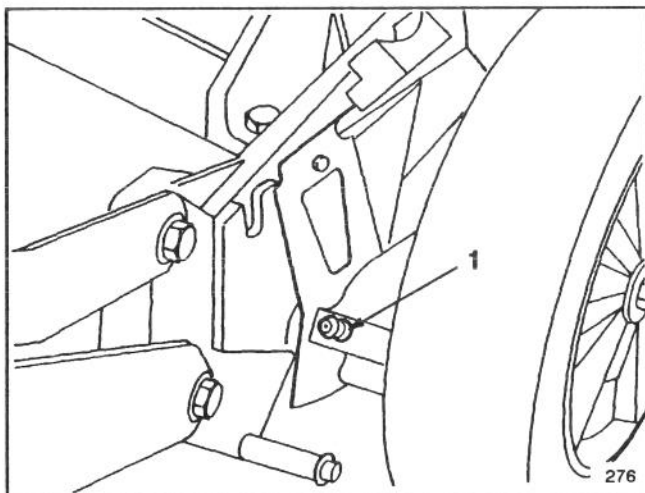

Figure 28
2. Placer les leviers de réglage de hauteur de coupe des roues arrière sur le réglage "C". Essuyer les graisseurs à l'aide d'un chiffon propre (Fig. 28). Appliquer un pistolet graisseur rempli de graisse multi-usage au lithium No. 2 sur le graisseur et pomper doucement 2 ou 3 fois (une pression excessive risquerait d'endommager les joints).